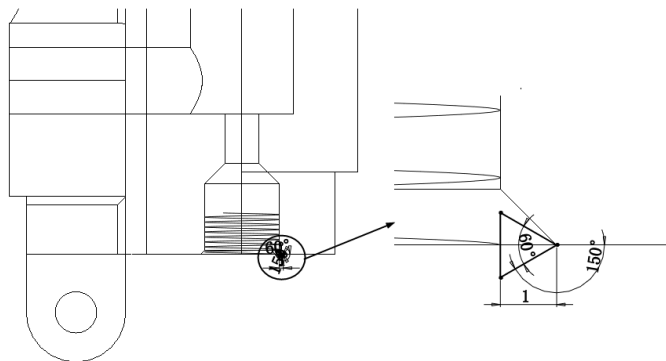

图 12-97 绘制扫描截面
**03** 绘制扫描截面。在左侧的“FeatureManager 设计树”中用鼠标选择“上视基准面”作为绘制图形的基准面。单击“草图”控制面板中的“直线”按钮, 绘制草图轮廓, 标注并修改尺寸, 如图 12-97 所示。